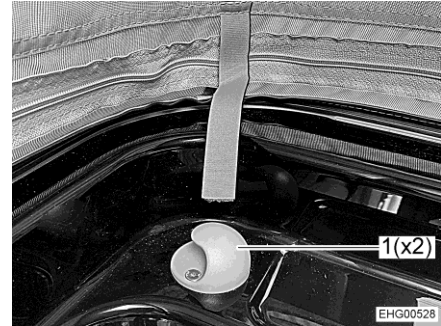

Bild 53 Halter
- Sicherungsnetz an den beiden Haltern (Bild 53,1) einhängen.